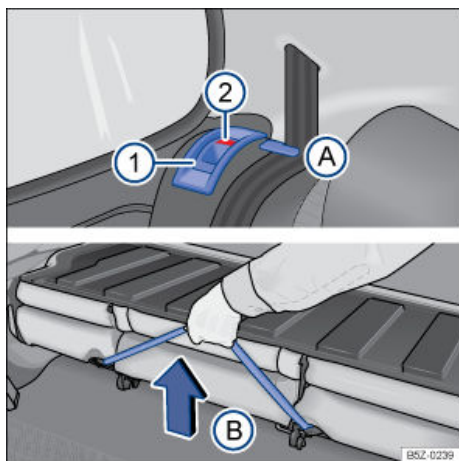

Fig. 63 Banco traseiro: botão de destravamento ❶; posicionador para os cadarços dos cintos (A); alça para destravamento do conjunto do assoalho (B).
- Posicionar os cadarços dos cintos de segurança nos seus respectivos posicionadores → Fig. 63 (A).
- Puxar o botão de destravamento → Fig. 63 ❶ em ambos os lados para frente e, ao mesmo tempo, rebater o encosto do banco traseiro para frente.
- Puxar a alça → Fig. 63 (B) para destravar o conjunto do assoalho e, ao mesmo tempo, levantar-o **cuidadosamente** na direção dos bancos dianteiros.
- Segurar o banco traseiro pela alça → Fig. 63 (B) e, soltar de uma altura de 15 cm.
- Retirar os cadarços do cinto de segurança do posicionadores → Fig. 63 A.
- A marcação vermelha → Fig. 63 ② não pode mais estar visível.